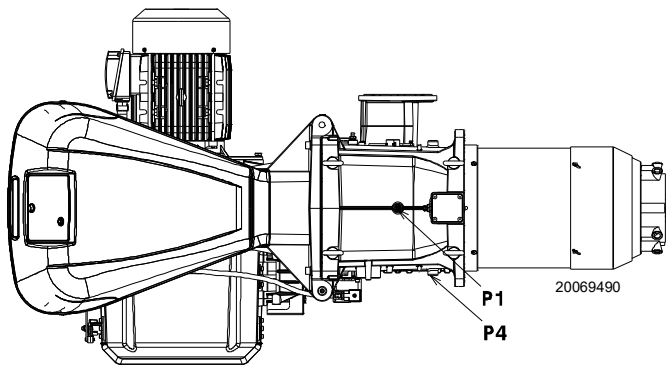

Abb. 22
Gasdruck, gemessen am Anschluss P1) (Abb. 22 auf Seite 27) unter folgenden Bedingungen:
- vom Gasdruck am Anschluss P1) (Abb. 22 auf Seite 27) den in der Brennkammer vorhandenen Druck abziehen.
Gasdruck am Anschluss P1) (Abb. 22) = 58,1 mbar
Um hingegen den am Anschluss P1) (Abb. 22 auf Seite 27) erforderlichen Gasdruck zu ermitteln, nachdem die MAX. Leistung festgelegt wurde, bei der Brenner arbeiten soll:
- Rechts, in Spalte 1, den Druck am Anschluss P1) (Abb. 22 auf Seite 27) ablesen.
Erforderlicher Druck am Abnahmeanschluss P1)(Abb. 22).